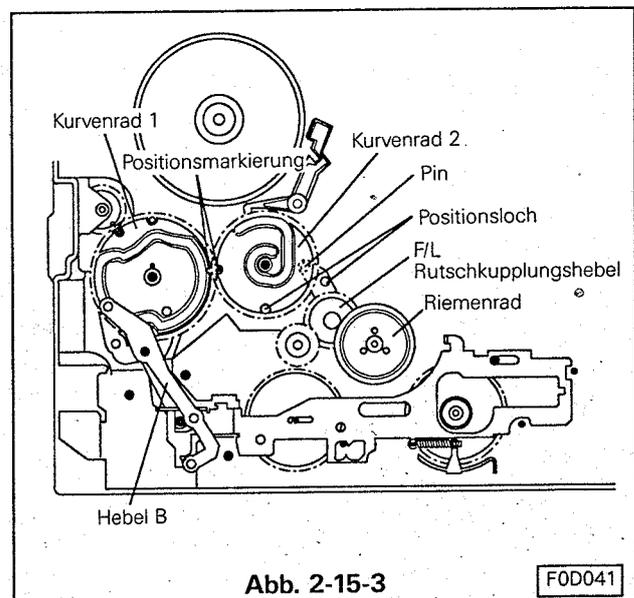

Abb. 2-15-3
- F. Den Hebel B so einsetzen das der Führungspin des Führungshebels sich in der Kurve des Kurvenrades 1 befindet. (Siehe Abb. 2-15-3). Den Hebel mit den Klemmrings sichern. Das Positionsloch des Hebels für die F/L Führungsrolle mit dem Positionslöcher im Chassis in Übereinstimmung bringen. (Siehe Abb. 2-15-3)
- H. Die Markierung von Kurvenrad 1 und Kurvenrad 2 nebeneinanderstellen und das Positionslöcher von Kurvenrad 2 über das Positionslöcher des Chassis stellen. Das Kurvenrad 2 einbauen. (Siehe Abb. 2-15-3)